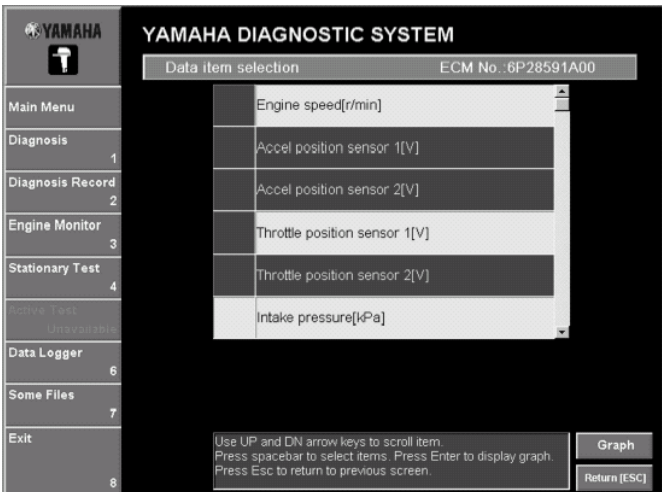
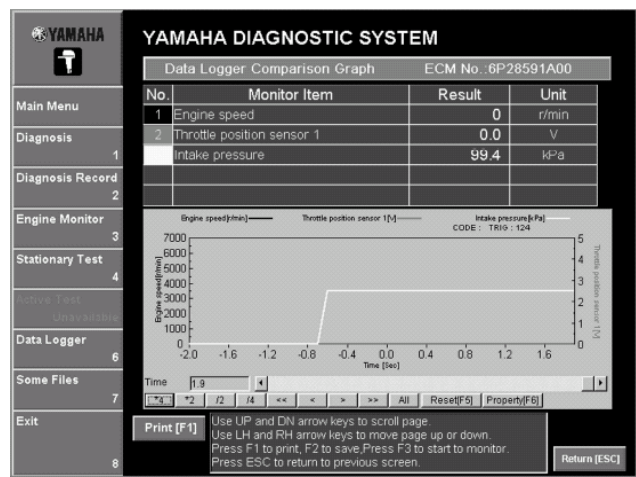

Рис. 122
Рис. 123
4. Выбрать элемент или щелчком по нему или нажимая клавиши курсора вверх или вниз на клавиатуре, и затем нажать клавишу "пробел". (Рис. 122) Для списка элементов, которые могут быть отображены, обратитесь к "Элементы, которые могут быть отображены графически используя Выбор элементов отображения".
5. Щелкнуть **График(Graph)**. (См. рис. 122.) отображается окно. (Рис. 123) Для информации относительно кнопок, которые появляются снизу графика, обратитесь к “управление в окне графика (клавиши и кнопки)”.